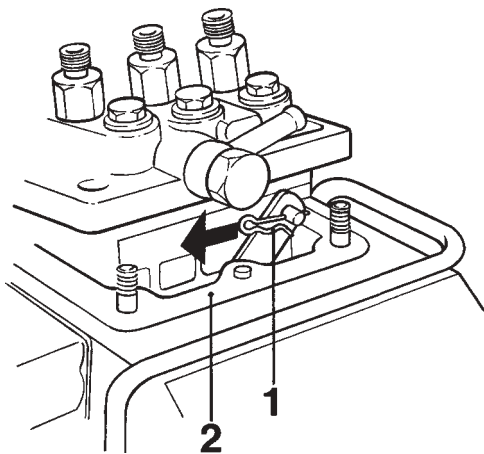

Fig. 87 Dépose de la pompe d'injection
3. Enlever les vis et les écrous de fixation de la pompe. Tourner le levier d'arrêt dans le sens d'horloge et, avec précautions, soulever la pompe pour accéder à la goupille de verrouillage du bras de régulateur (figure 87).
2. Tourner le levier d'arrêt dans le sens d'horloge et monter le bras de régulateur à la tige de commande sur la pompe. Positionner la goupille de verrouillage (figure 87). Visser la pompe.